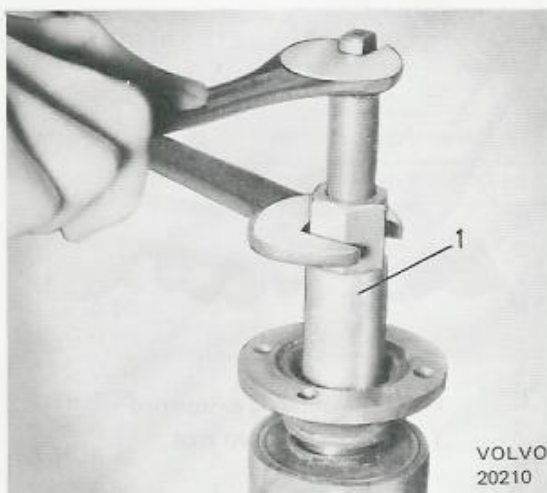

Bild 10. Montering av medbringare
4. Pressa på medbringaren med hjälp av pressverktyg SVO 1845, bild 10. Montera bricka och mutter. Dra muttern med 28–30 kpm.